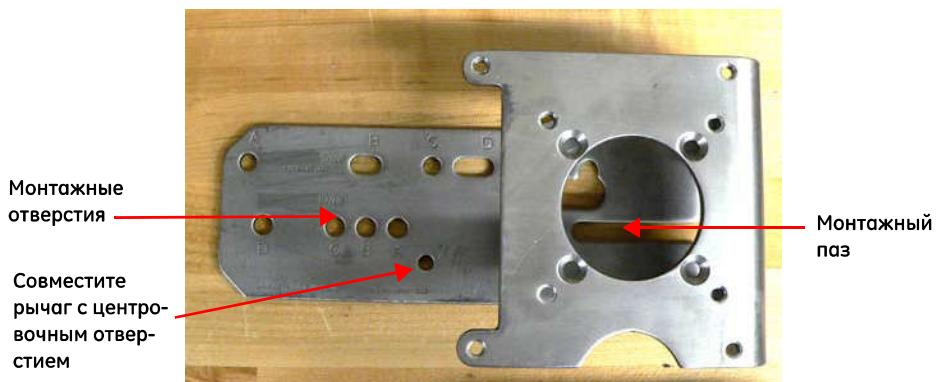

Рис. 15. Регулирование положения
12. Убедитесь, что винтовая стяжка регулируемой тяги параллельна штоку клапана. Убедитесь, что при закрытом положении клапана отверстие рычага совпадает с центровочным отверстием кронштейна. Убедитесь, что кронштейн установлен с использованием надлежащих отверстий (Рис. 15).